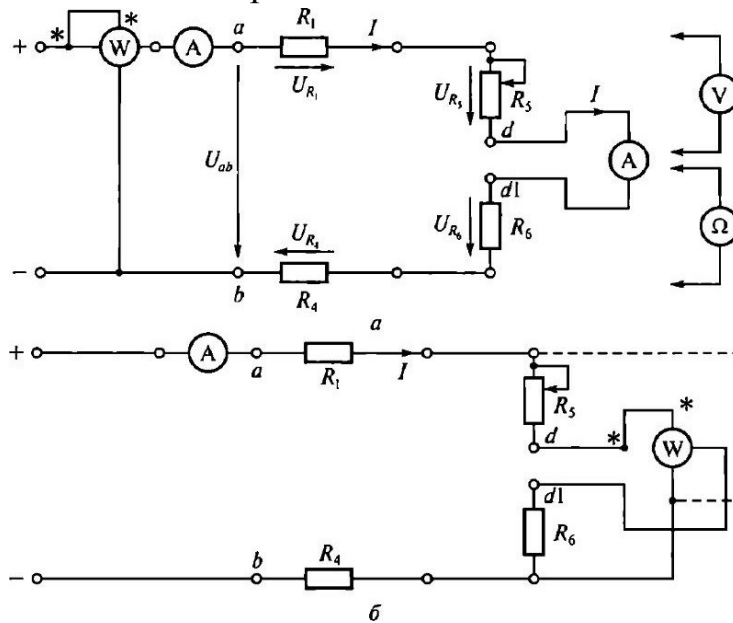

Рис. 2.1. Схемы ЭЦ постоянного тока для проверки:
3.2. Записать в протоколе испытаний применительно к ЭЦ, показанной на рис. 2.1, выражения для закона Ома, 2-го правила Кирхгофа и баланса мощностей.
3.5. Собрать ЭЦ в соответствии с рис. 2.1, а, установив вместо перемычки d — d1 миллиамперметр постоянного тока. После проверки схемы преподавателем подать в ЭЦ постоянное напряжение U_{ab} . Установить любое значение U_{ab} в пределах 10 ... 20 В и занести это значение в табл. 2.1.
3.8. Не изменяя сопротивления резистора R5 и напряжения питания U_{ab} , измерить с помощью ваттметра мощность, потребляемую каждым элементом ЭЦ и всей цепью ($P_{аб}$). Для этого токовую катушку ваттметра включать последовательно с исследуемой ветвью, в катушку напряжения — параллельно ветви (см. рис. 2.1, б). Результаты занести в табл. 2.1.
5.2. Записать в протоколе испытаний применительно к ЭЦ, показанной на рис. 2.1, выражения для закона Ома, 2-го правила Кирхгофа и баланса мощностей.
5.3. В табл. 2.4 даны значения сопротивлений ЭЦ, приведенной на рис. 2.1. Напряжение питания U_{ab} задается преподавателем.